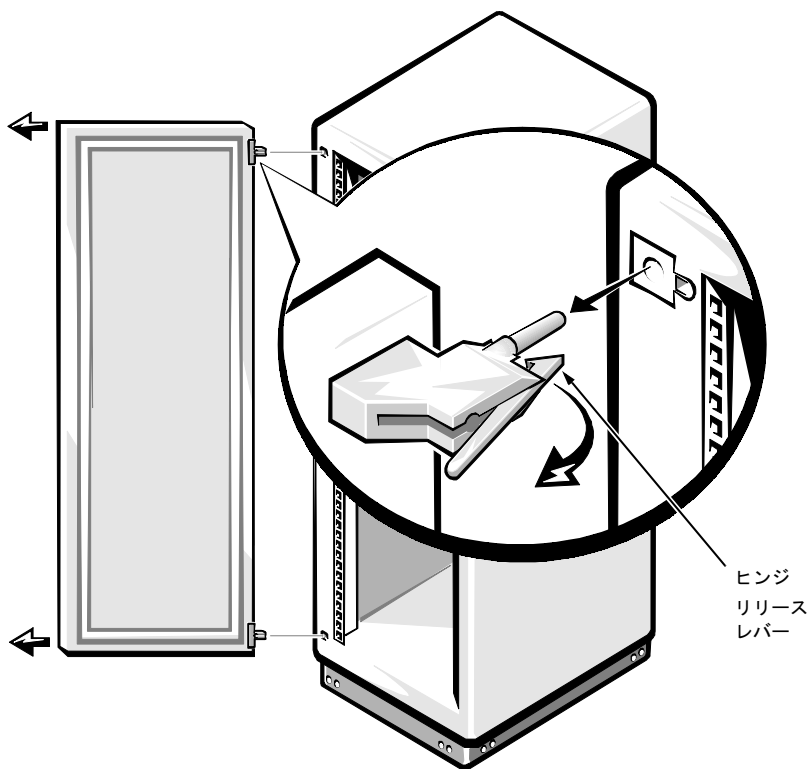

図 2-5 42U ラックキャビネットドアの取り外し
| 図 2-5 | 42U ラックキャビネットドアの取り外し | 2-7 |
42U ラックキャビネットをお使いの場合、次の手順を実行します（図 2-5 参照）。
1. 正面ドアを持ち上げ、図 2-5 で示すようにヒンジをラックの穴に合わせます。